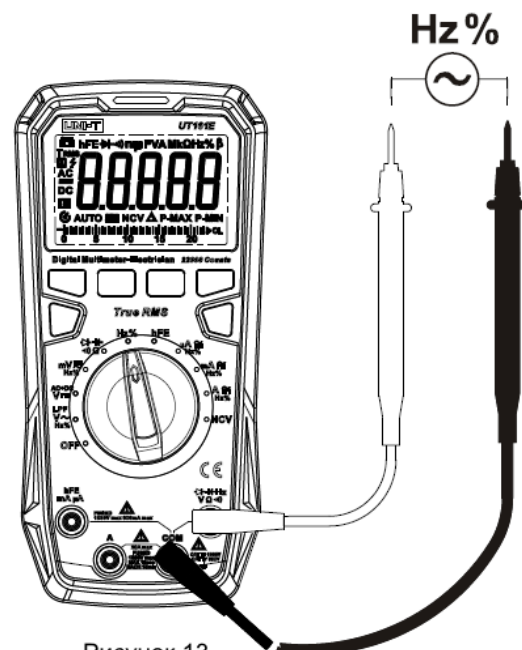

Рисунок 13
10. Измерение частоты (см. рисунок 13)